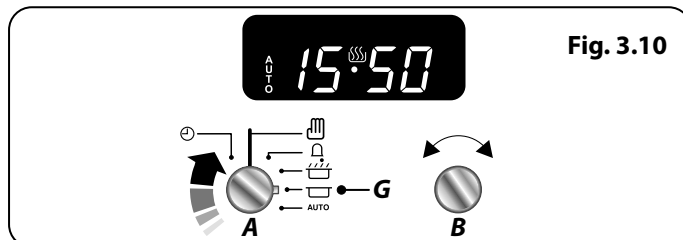

Fig. 3.10
2. Vrid **Timer-vredet (A)** till inställningen för **stopptid (G)** (**Fig. 3.10**). Displayen visar nu innevarande klockslag plus det "tillagningstid" som du just ställde in.